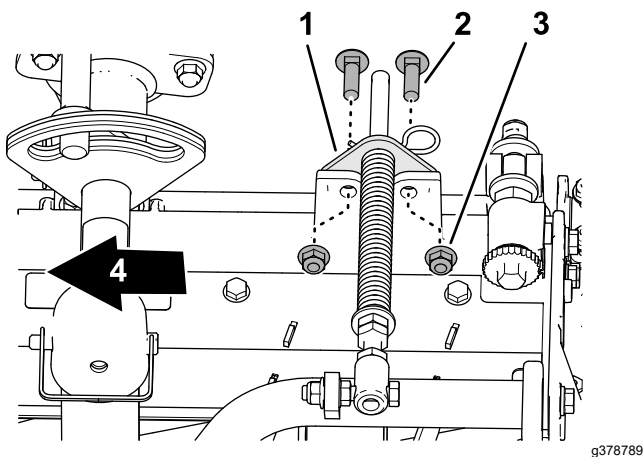

図 21
5. ターフ補正器ブラケットの穴を、カッティングユニットのフレームの穴に合わせる 図 21。